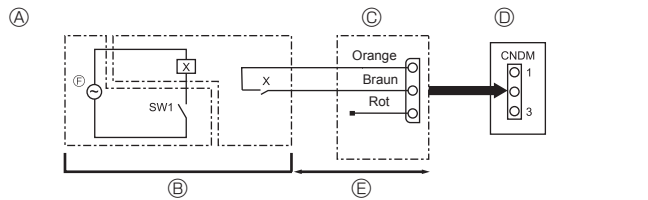

Fig. 9-1
9.1. Modo de reducción del ruido (modificación in situ) (Fig. 9-1)